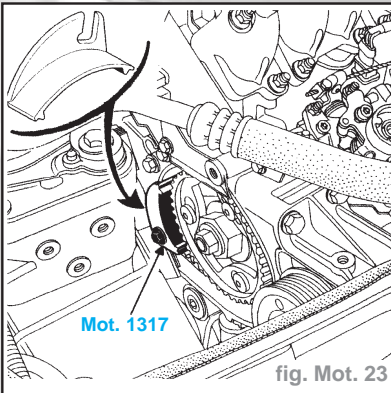

fig. Mot. 23
- Mettre en place l'outil de maintien de la poulie de pompe d'injection Mot.1317 (fig. Mot. 23).